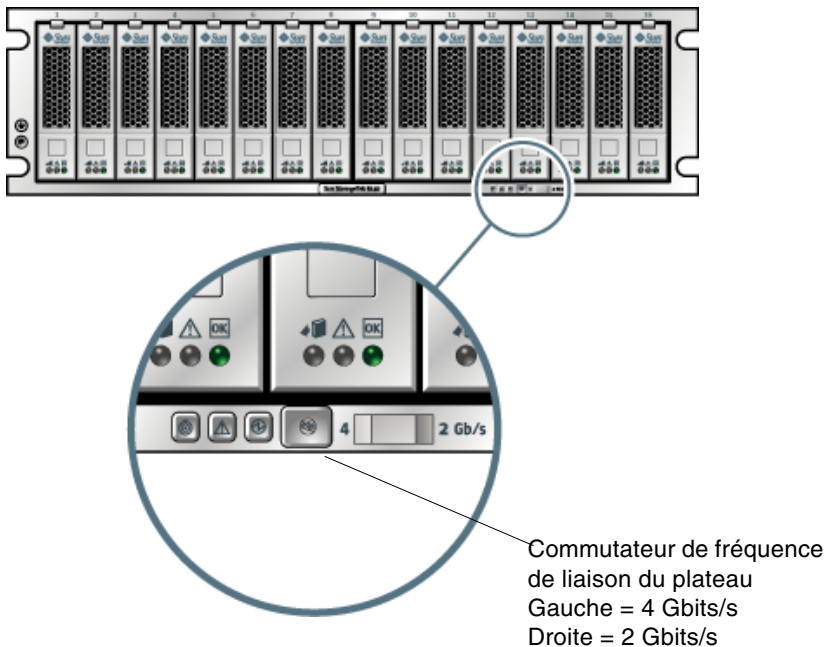

FIGURE 4-1 Commutateur de fréquence de liaison du plateau
1. Localisez le commutateur de fréquence de liaison du plateau situé dans le coin inférieur droit avant du plateau (voir FIGURE 4-1).